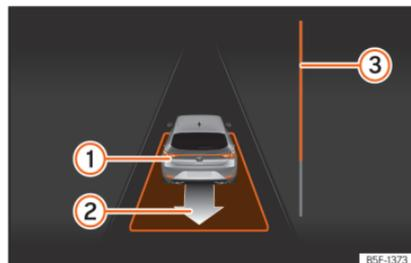

Fig. 204 No ecrã do painel de instrumentos: sair do estacionamento de um lugar em linha.
- Retroceda até soar o sinal contínuo do ParkPilot; **OU**: faça marcha-atrás até aparecer a indicação de fazer marcha à frente no ecrã do painel de instrumentos. A barra de progresso **»»** **Fig. 204** **③** indica a distância a percorrer **»»** **Página 310**.